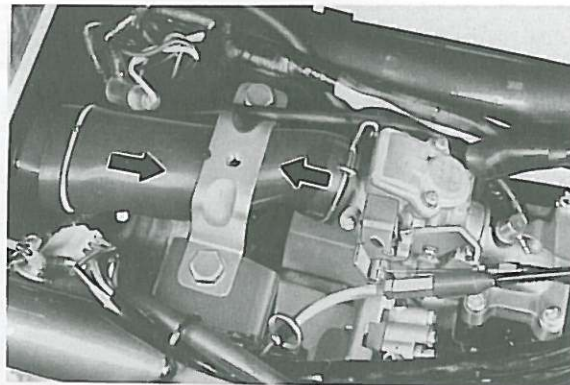

Fig. 3-1-5
10. Remove air cleaner joint. (Fig. 3-1-5)
10. Enlever le raccord du filtre à air. (Fig. 3-1-5)
10. Luftfilter-Verbindungsstück abnehmen. (Fig. 3-1-5)